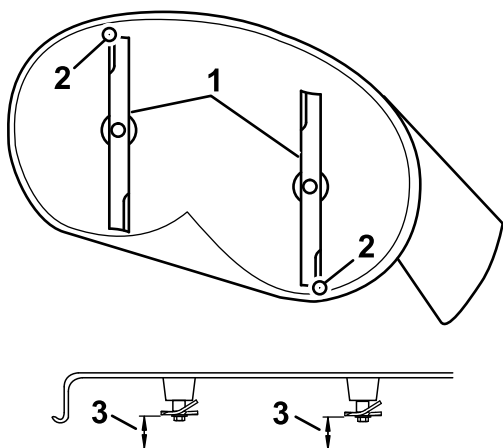

Figura 66
4. Rotii cu atenție lamele astfel încât să fie orientate din față spre spate (Figura 66).
5. Măsurai între vârful lamei din față i suprafața plană i între vârful lamei din spate i suprafața plană (Figura 66).